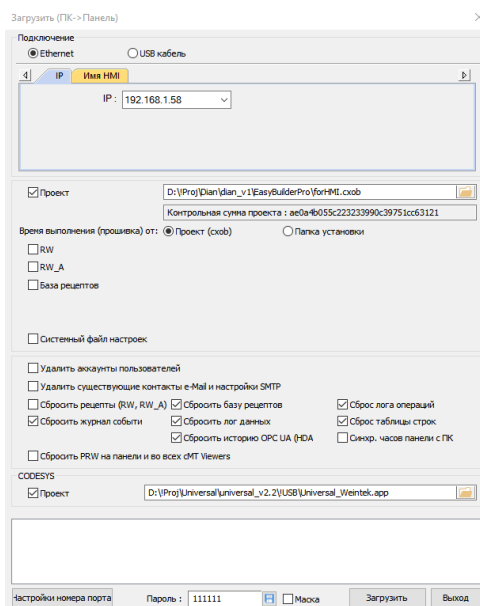

Рисунок 4.12 – Окно «Загрузить (ПК->Панель)» ПО Utility Manager
4. В окне «Загрузка/Выгрузка» нажать на кнопку «Загрузка». В окне «Загрузить (ПК->Панель)» (рисунок 4.12) выбрать способ подключения к панели оператора – с использованием Ethernet-кабеля или USB-кабеля.